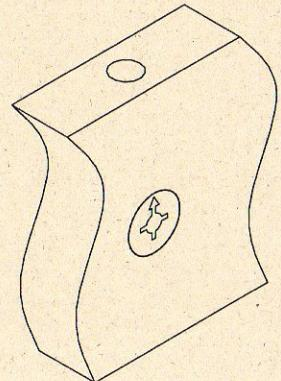

Рис. 1
1. Прикрутить к деталям 3 и 4 с внутренних сторон направляющие (7) в отверстия диаметром 5 мм, при помощи евровинтов (8). Затем вставить стяжки-растекс (3) в отверстия диаметром 15 мм в детали 3, 4, 6, 5 (см. рис.1).
Соединить боковины ящика с задней стенкой ящика . Фиксацию производить при помощи евровинтов (2). Далее положить каркас ящика на заднюю стенку и забить шканты (1) в соответствующие торцевые отверстия на боковинах ящика , и вставить стяжки растекс (3) (см.рис.1). После этого вставить дно ящика в пазы на каркасе ящика, таким образом, чтобы дно ящика вошло в паз на стенке задней ящика. Далее закрутить в переднюю панель ящика в имеющиеся муфты дюбеля стяжек-растекс (4) (см. рис.2). Соединить переднюю панель ящика с каркасом . Фиксацию произвести путем поворота стяжки (3) по часовой стрелке. После этого положить ящик дном вверх и прокрутить ответные планки направляющих (7) к боковинам ящика при помощи саморезов (5). Аналогичным образом собрать остальные ящики.